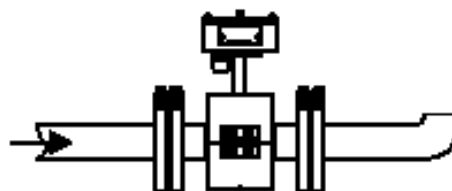

Рисунок 6.4
6.2.5 Схема установки для безнапорных систем (например сточных вод) рисунок 6.4.